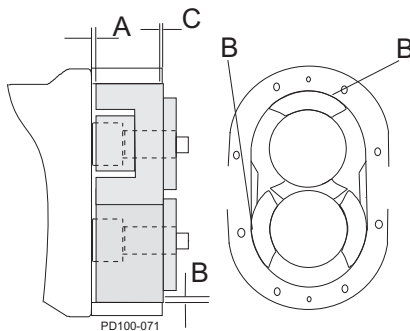

Abbildung 87 – Messen des Spiels
9. Messen Sie das Rotorrückseitenspiel (Abbildung 87, Pos. A) durch den Anschluss oder von vorne. Das Rückseitenspiel beider Rotoren muss identisch sein, damit sich die Rotoren nicht berühren. Es muss bei $\pm 0,0005$ des Wertes liegen, der in Tabelle 5, „Rotorspiele,“ auf Seite 48 aufgeführt ist.
10. Prüfen Sie das vordere Rotorspiel (Abbildung 87, Pos. C).
11. Prüfen Sie das Spiel zwischen Rotor und Pumpengehäuse (Abbildung 87, Pos. B).